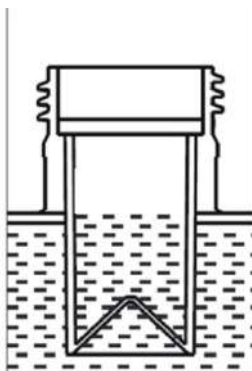

fig. 8
- Compruebe el nivel de combustible mediante inspección visual. Ver fig.8